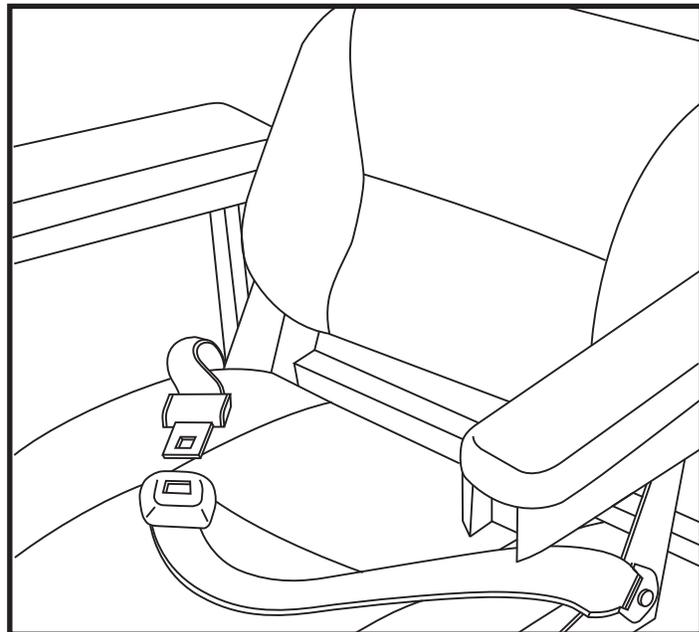

Figure 18. Ceinture de positionnement
Votre fauteuil motorisé peut être équipé d'une ceinture de positionnement réglable pour un meilleur confort. **Voir la figure 18.** La ceinture de positionnement, réglable, a été conçue pour soutenir et empêcher tout glissement vers le bas ou vers l'avant une fois assis. La ceinture de positionnement n'a pas été conçue pour être utilisée comme ceinture de sécurité.
1. Prenez place sur le siège, insérez la patte métallique d'un côté dans le boîtier de la boucle du côté opposé jusqu'à ce que le « clic » se fasse entendre. **Voir la figure 18.**